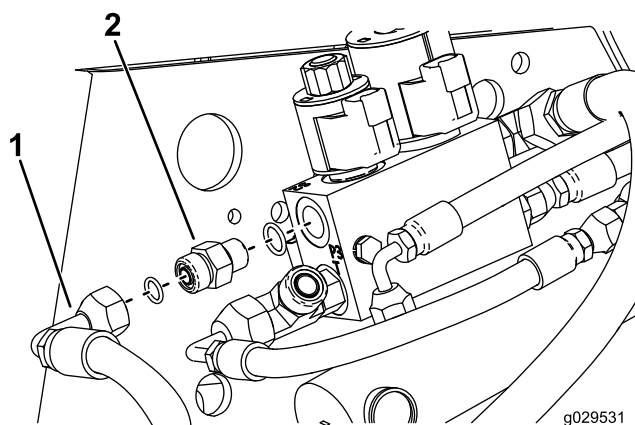

Figura 19
7. Enrosque el acoplamiento de la válvula hidráulica en el orificio de la válvula (Figura 19).
10. Conecte el acoplamiento de la manguera al acoplamiento recto (Figura 19).